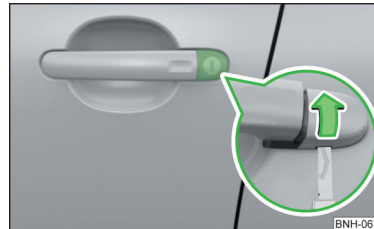

Abb. 262
- › Den Schlüssel in die Aussparung an der Unterseite der Abdeckung einschieben und die Abdeckung in Pfeilrichtung aufklappen » **Abb. 262**.